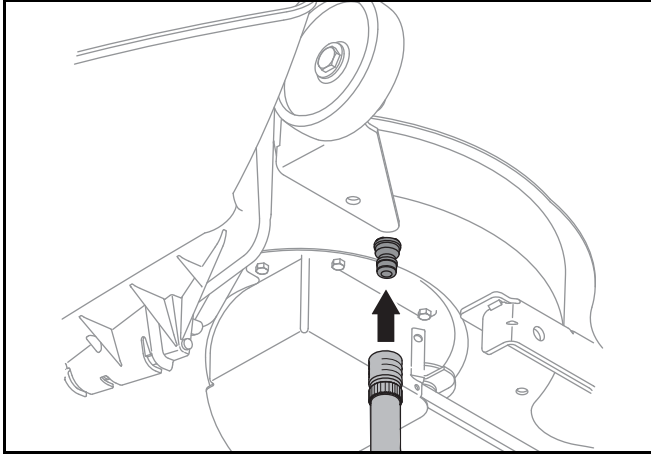

Figure 18
4. Attachez le raccord pour boyau d'arrosage à l'orifice aménagé sur la surface du plateau de coupe. Voir la Figure 18.